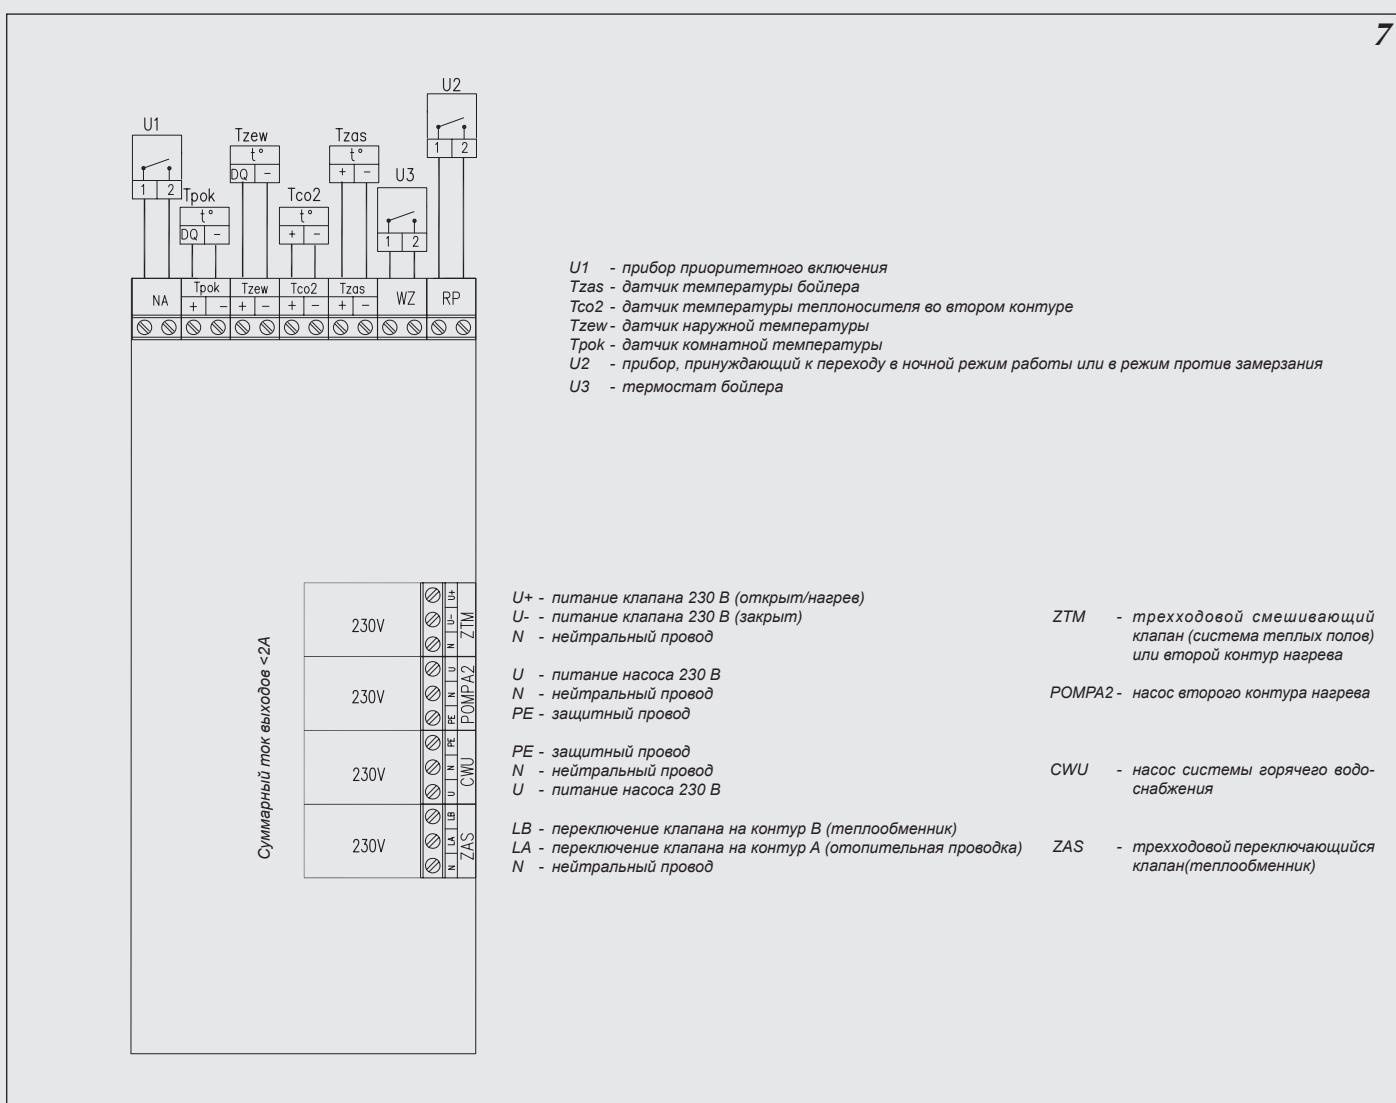

Рис.7 Подключение наружных устройств к плате ZIO
К котлу EKSO.M1z можно подключить, в зависимости от потребности, ряд дополнительных приборов или необходимых датчиков (рис. 7).
К котлу EKSO.M можно подключить прибор приоритетного включения – например проточный водонагреватель (рис.7), который будет выключать нагрев котла. Это решение используется с целью ограничения потребления максимальной мощности. Приоритетный прибор должен иметь выход сигнального управления. Прибор приоритетного включения подключается при помощи провода (напр. LIYY 2x0,14) к клеммам „NA” на плате ZIO. **На клеммы „NA” запрещается подавать какое-либо напряжение!** Перед подключением приоритетного прибора следует проверить имеет ли он выход сигнального управления. Если приоритетный прибор может управлять только сигналом напряжения, следует использовать соответствующее реле.
Из этих двух способов можно выбрать один при помощи соответственной установки в сервисном меню. Способ подключения клемм термостата и датчика температуры в теплообменнике представлен на рис.7.
На электронном модуле рис.7 имеются клеммы ZAS. На клемму LB подается напряжение 230В в случае, если есть необходимость догрева воды в теплообменнике. На клемму LA подается напряжение 230В в случае, если котел греет теплоноситель в отопительной проводке. К этим клеммам можно подключить трехходовой клапан, который будет переключать отопительный контур на запитку теплообменника. В случае запитки теплообменника температура теплоносителя стандартно устанавливается на уровне 85°С. Этую величину можно изменить в сервисном меню.
На рис. 7 представлен способ подключения трехходового клапана к котлу. Принято, что выход горячего теплоносителя из котла подключен к входу „AB" переключающегося клапана а выходы А и В служат соответственно для:
- Коричневый провод кабеля 45900445-013B подключить к клемме LB согласно рис. 7.
- Синий провод кабеля 45900445-013B подключить к клемме „N" согласно рис. 7.
Котел EKCO.M1z может управлять насосом системы горячего водоснабжения. Управление основано на включении или выключении этого насоса в зависимости от установленной суточной программы. Таким образом насос можно отключить, например на ночь. Насос подключается к плате ZIO согласно рис. 7. Напряжение питания насоса – 230В.
На плате ZIO рис.7 имеется разъем RP, замыкание которого приводит к переходу котла в режим работы против замерзания или в ночной режим работы. Выбор одного из этих режимов осуществляется в сервисном меню. Также как и на разъем NA, на него нельзя подавать напряжение!